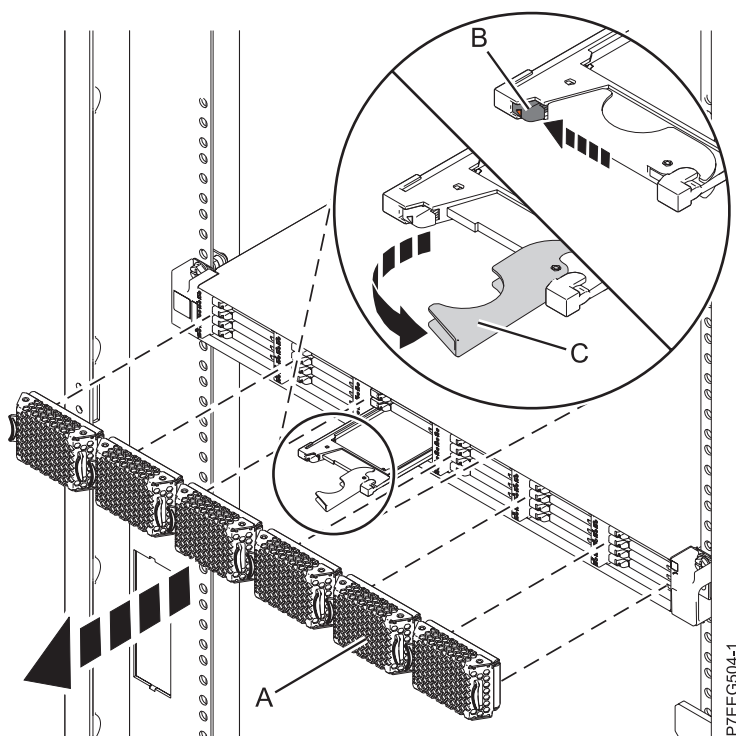

Figura 26. Extracció de la unitat d'estat sòlid des de Allotjament d'emmagatzematge EDR1 PCIe
1. Aixequeu la tapa bisellada (A) que cobreix la ranura que conté la unitat d'estat sòlid.
2. Desplaceu el pestell d'alliberació (B) amb compte per tal de desbloquejar la nansa de la unitat. Consulteu Figura 26.